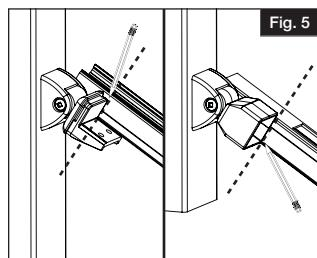

Fig. 5
- Sujetar los respectivos soportes (inclinados) contra la cara del poste, alinear el soporte con el tramo de barandal y marcar los cuatro extremos del tramo (Fig. 5).